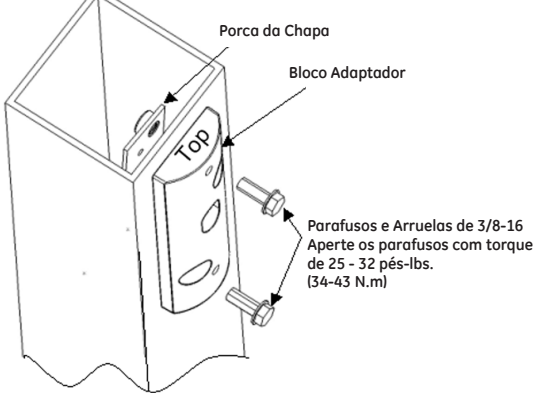

FIGURA 6
- Aperte os parafusos de 3/8-16 com torque de 25 - 32 pés-lbs (34-43 N.m). (Ver Figura 6)